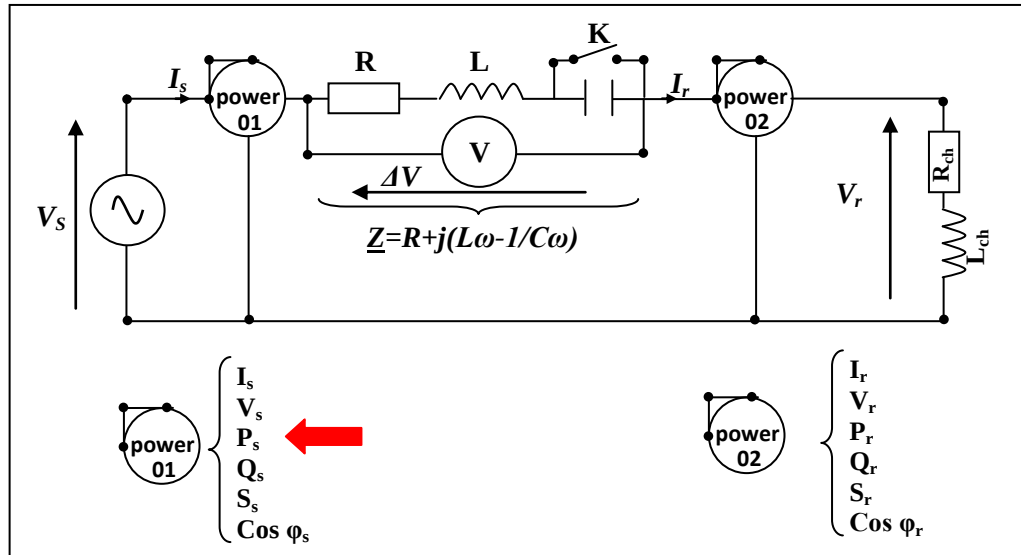

Figure .5. Schéma équivalent d'une ligne avec compensation série pour une charge inductive.
- La figure 5 présentes toute les schémas réalisés durant le TP.
- Réaliser le montage de la figure 5.
- Faire toujours le montage de la figure 5, avec l'ouverture de l'interrupteur K,
✚ Tracer le diagramme vectoriel des tensions après l'insertion du condensateur (figure 5)